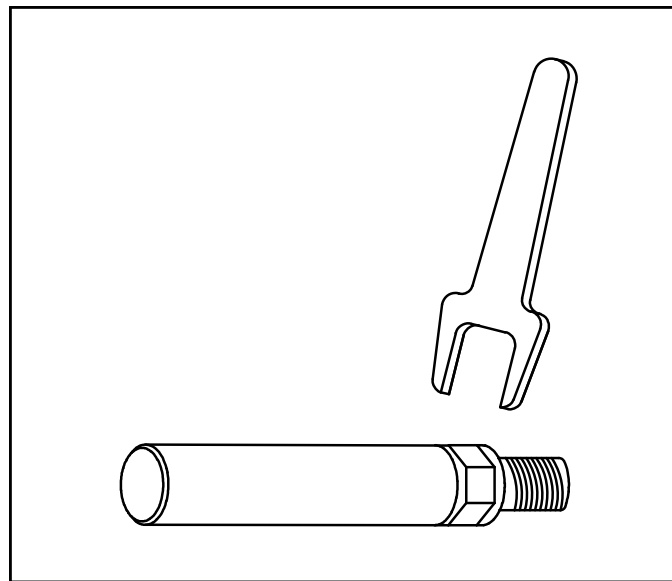

ABBILDUNG 4.4.1
- über Gewinde an der Kolbenverlängerung (normalerweise wenn die Maschine mit verchromten Kolben ausgestattet ist) befestigt sein: in diesem Fall muss der Kolben mit Hilfe des entsprechenden mitgelieferten Schlüssels und der Sechskant am Kolbenende aufgeschraubt werden (Abbildung 4.4.1)